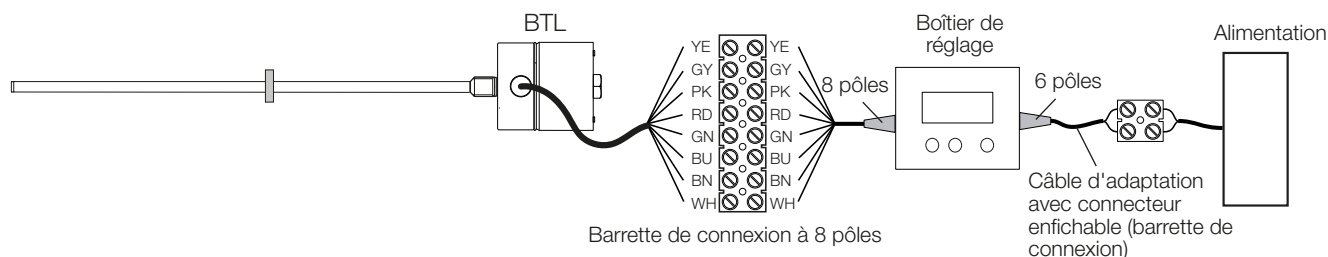

Fig. 6-1 : Raccordement du boîtier de réglage BTL7-A-CB02-K
1) Couleur du brin recommandée en cas d'utilisation du boîtier de réglage (voir Fig. 6-1, page 17)